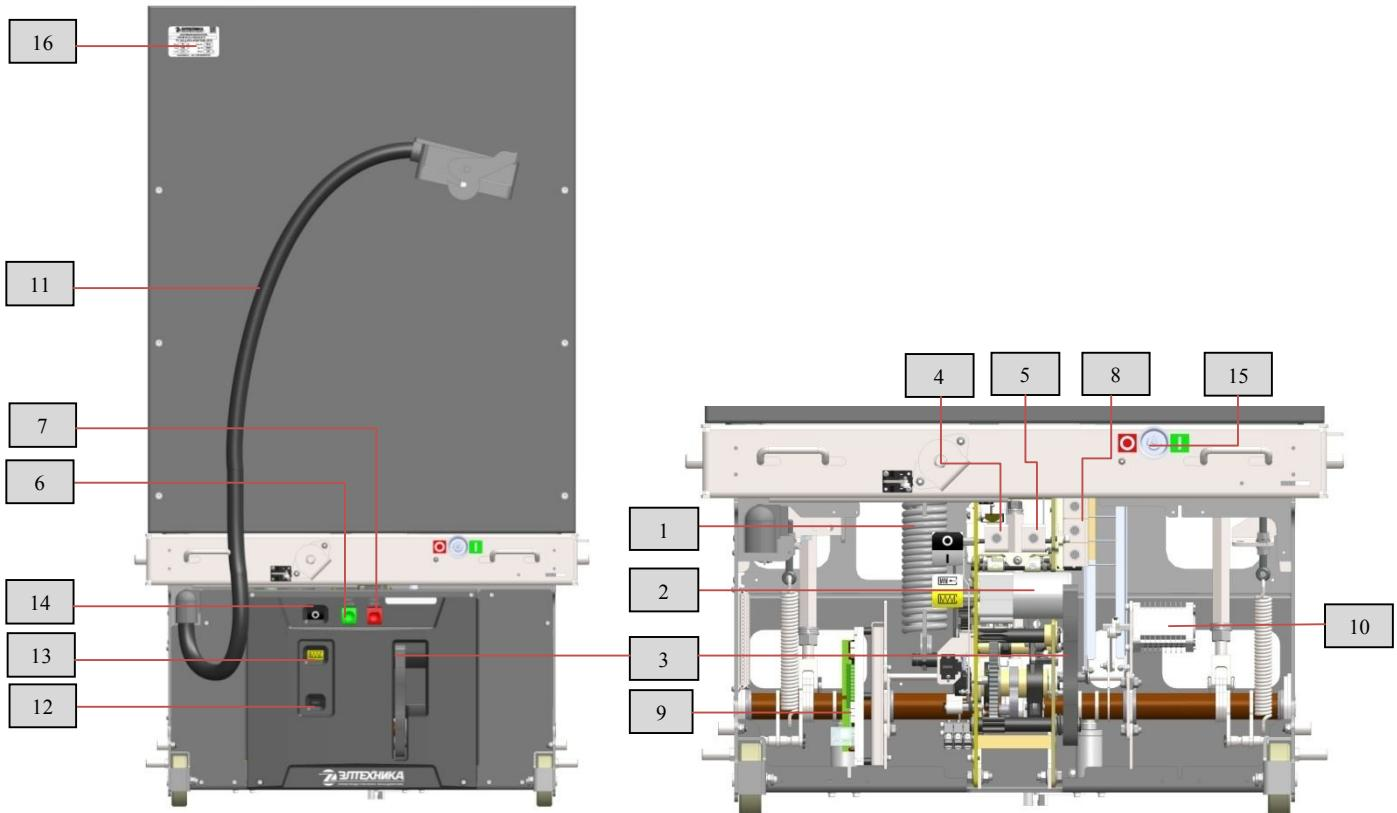
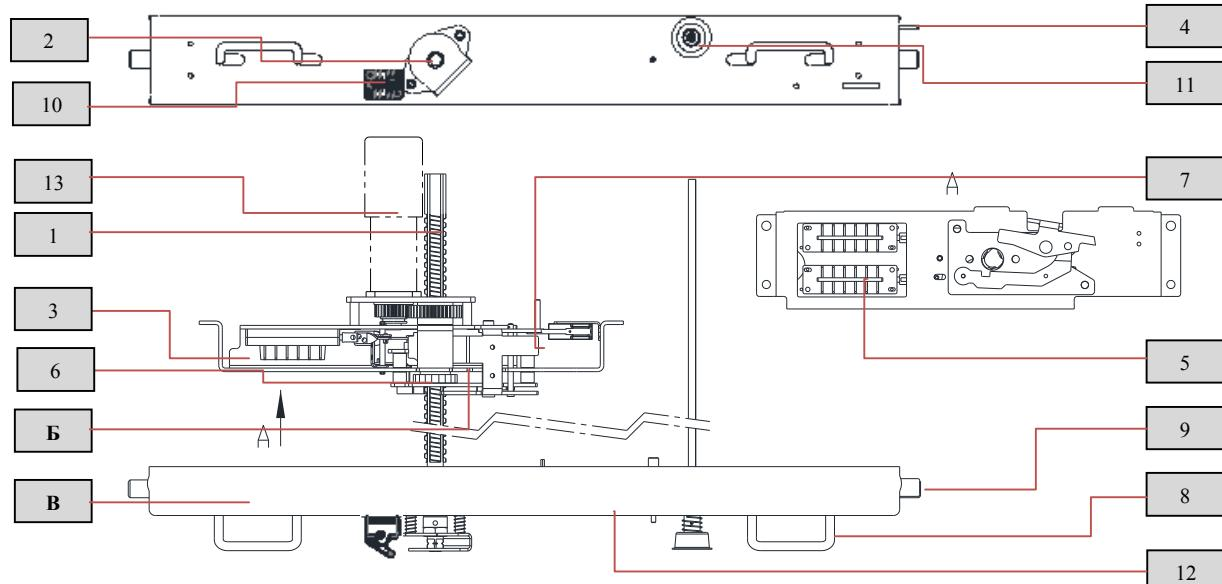

Рис. 3 Привод выключателя
Рис. 5 Тележка аппаратная
Привод выключателя (рис. 3) представляет собой механизм, обеспечивающий размыкание и замыкание контактов ВДК с характеристиками, необходимыми для нормального функционирования выключателя.
Тележка аппаратная (рис. 5) состоит из подвижной части (Б), к которой крепится выключатель при помощи 4 болтовых соединений М10, и неподвижной (В), являющейся опорой привода подвижной части. Перемещение подвижной части относительно неподвижной
1.4.1.5.1. Механическая блокировка перемещения выключателя (10) срабатывает при открытой двери шкафа КРУ. Блокировка препятствует установке рукоятки оперирования выкатным элементом в гнездо (2) (рис. 5).
1.4.1.5.2. Внешняя механическая блокировка (4) расположена на правой боковой стенке неподвижной части тележки аппаратной и предназначена для обеспечения двусторонней механической связи с заземлителем и другими коммутационными аппаратами ячейки (рис. 5). Нажимная планка блокировки заземлителя (4) управляет шторкой гнезда оперирования заземлителем, разрешая оперирование им только в контрольном (выключенном) положении выключателя. С другой стороны, механизм заземлителя воздействует на планку (4) и блокирует винт привода тележки (1), при включенном заземлителе (рис. 5).
1.4.1.5.3. Механическая блокировка включения выключателя (7) запрещает перемещение подвижной части (Б) тележки аппаратной из фиксированного положения (рабочего или контрольного) при включенном выключателе, а также блокирует включение выключателя в промежуточном положении подвижной части (Б) тележки аппаратной (рис. 5).
1.4.1.5.4. Блокировка от повторного включения препятствует подаче команды на повторное включение выключателя во включенном положении. В выключателе реализованы две блокировки от повторного включения: электрическая и механическая. Электрическая блокировка реализована на плате управления X1 (9) (рис. 3) в схеме цепей управления выключателем (Приложение 2). Она препятствует подаче команды на электромагнит включения в дистанционном режиме. Механическая блокировка препятствует непосредственному воздействию на спусковой механизм включения выключателя как с помощью электромагнита включения, так и с помощью кнопки включения на лицевой панели.
Блок-контакты выключателя (11) (рис. 3) и блок-контакты силовой пружины (16) расположены на приводе выключателя. Блок-контакты тележки аппаратной (5) (рис. 5) расположены на подвижной части (Б) тележки аппаратной.